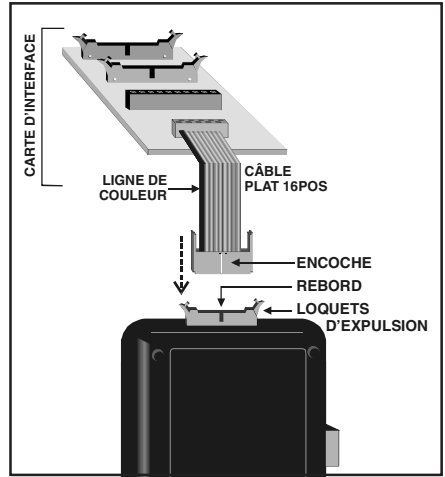

Figure 3 : Branchement du UP-ALERT à la carte d'interface
Le programmeur UP-ALERT doit tout d'abord être branché à la carte d'interface, comme le démontre la figure 3 ci-dessous.
- Brancher le UP-ALERT avec la carte d'interface tel qu'illustré à la figure 3.
- Brancher les borniers de la carte d'interface aux borniers de l'Agri-Alerte 2400 ou de l'Agri-Alerte 800(T) tel qu'illustré ci-dessous.